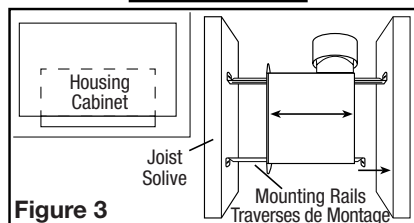
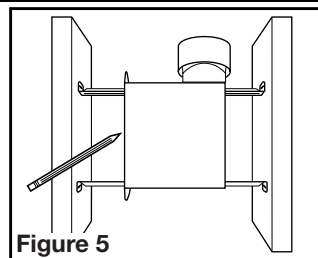

Figure 3
Figure 5
- Mounting Rail Installation:** Install the rails on the housing and position the housing next to the joist. Using the gauge on the fan's housing, line up housing so that it will be flush with the finished ceiling. Secure the ends of the rails with screws or nails (not included) to the joists and slide the housing into the final position (**Figure 3**).
- Mounting Rail Installation:** Set housing in position between the joist and trace an outline onto the ceiling material (**Figure 5**). Set housing aside and cut opening, being careful not to cut or damage any electrical or other hidden utilities. Install the rails on the housing and position the housing in the previously cut hole so that it is flush with the finished ceiling. Secure the ends of the rails to the joists (**Figure 3**).
- Installation des Traverses de Montage :** installer les traverses sur le châssis et positionner le châssis près de la solive. En utilisant le guide sur le châssis du ventilateur, aligner le châssis pour qu'il soit à effleurement avec le plafond fini. Fixer les extrémités des traverses avec des clous ou des vis (non-comprises) aux solives et glisser le châssis à sa position finale (**Figure 3**).
- Installation des Traverses de Montage :** placer le châssis en position entre les solives et tracer un contour sur le matériau du plafond (**Figure 5**). Mettre le châssis de côté et découper l'ouverture, en prenant soin de ne pas couper ou endommager des câbles électriques dissimulés ou autres utilités. Installer les traverses sur le châssis et positionner le châssis dans le trou percé précédemment afin qu'il soit à effleurement avec le plafond fini. Fixer les extrémités des traverses aux solives (**Figure 3**).